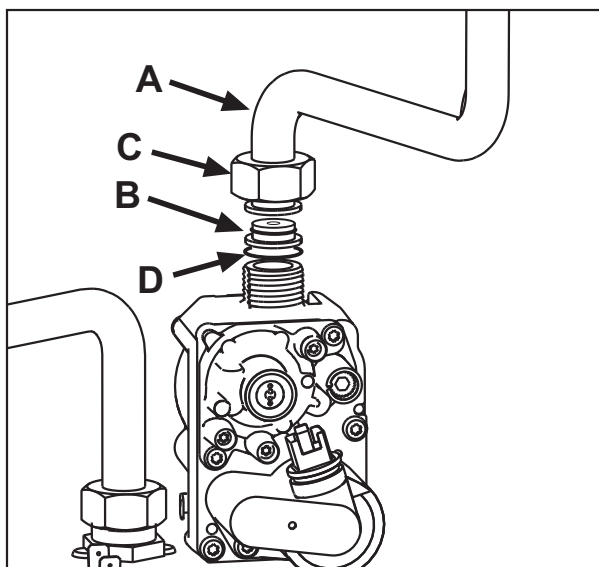

рис. 22
3. Открутите колесико С и выньте газовую трубу А из газового клапана (см. рис. 22).
4. Замените форсунку В, вставленную в газовую трубу, на форсунку, входящую в комплект для переоборудования, поместив между ними прокладку D (см. рис. 22).